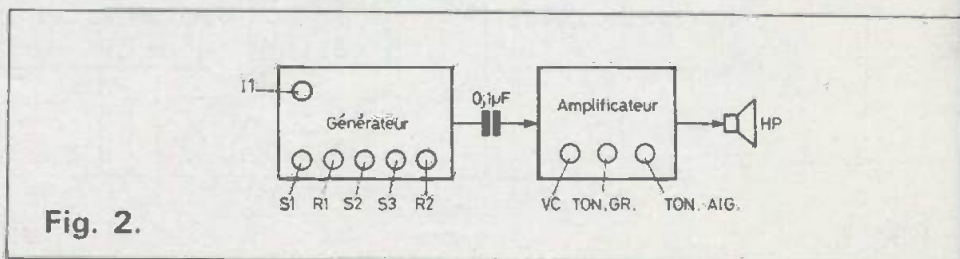

Fig. 2.
Dans le premier cas, le plus économique si l'on possède un amplificateur BF, on entendra un son dont la hauteur se réglera avec S_1 (gamme) et R_1 et le timbre avec S_3 et C_2 (voir fig. 2). Ne pas oublier de mettre S_2 en position « TR.INT ». Si l'on n'a nullement l'intention d'utiliser une source extérieure de signaux, on pourra supprimer S_2 et relier C_3 directement au point (3) de sortie de CI-1.